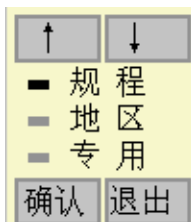

图 4.5 曲线选择界面
5. 曲线：在进行强度推定的时候所选择的曲线，按下确认键弹出图 4.5 所示的选择界面，用户可以选择规程曲线 (CECS02:2005)、地方曲线或者专用曲线。